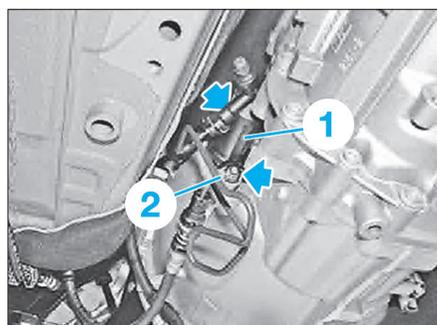

Fig. 22
- Déposer les écrous (flèches) et retirer le cylindre récepteur d'embrayage (1) avec le support (2) (Fig.22).